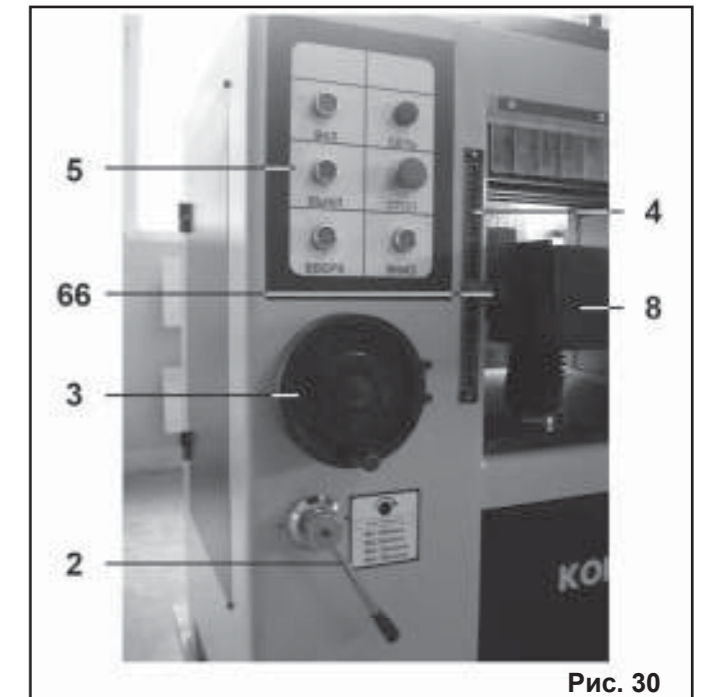

Рис. 30
11. СТРОГАНИЕ (Рис. 30)
11.4. Настройка рабочего стола (8) на толщину обрабатываемого изделия осуществляется с помощью электродвигателя. Точная поднастройка производится с помощью маховика с рукояткой (3). Нажатием и удерживанием кнопок «ВВЕРХ» или «ВНИЗ» на блоке управления (5) (Рис. 30) установите высоту рабочего стола (8) в положение, соответствующее максимально толстому (широкому) участку заготовки по шкале (4) и указателю (66). После чего поднимите стол (8) на высоту, равную предполагаемой глубине строгания 1-5 мм.